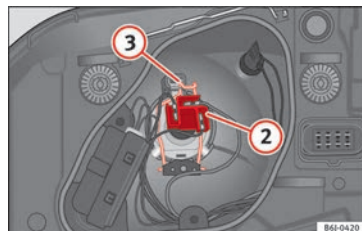

Abb. 177 Ablend- / Fernlicht im Halogen-Scheinwerfer
- Ziehen Sie den Stecker » Abb. 177 ② von der Lampe ab.
- Nehmen Sie die Haltefeder » Abb. 177 ③ durch Eindrücken und Rechtsdrehung ab.